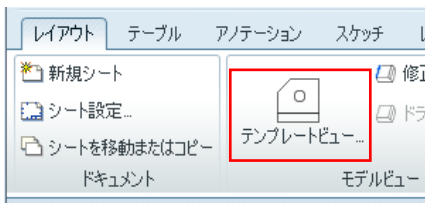

図 10-46 テンプレートビュー
- 3) ツール アプリケーションのテンプレートビューを選択すると図 10-46 のフレーム付空シートが表示されるのでレイアウトモードの「テンプレートビュー」をクリックする。